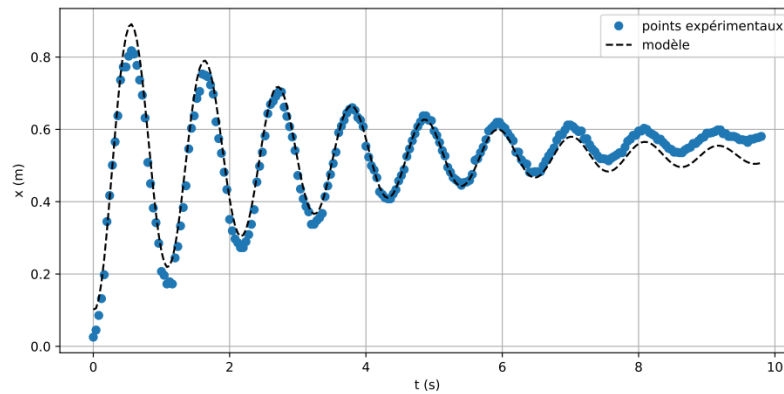

Figure 3 : données et modèle du type $C + (A \cdot \cos(\Omega \cdot t) + B \cdot \sin(\Omega \cdot t)) \cdot \exp(-\mu \cdot t)$.
15. Un modèle des données est représenté **figure 3**. En utilisant une de vos expressions précédentes, et les valeurs numériques en légende de la figure, en déduire une nouvelle valeur approchée de Q . Comparer avec la valeur trouvée à la question 9.